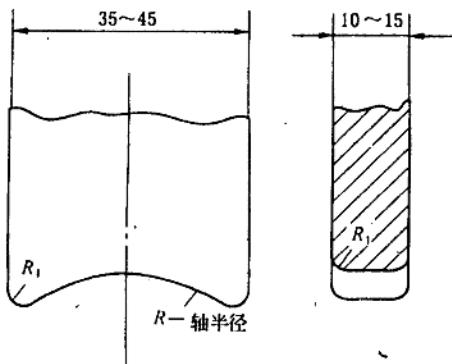

图 3-4-6 捻棒
①根据对轴弯曲的测量结果，确定直轴的位置，作好记号。
②制做捻打用的捻棒。为了使锤击捻棒所引起的振动有效地传到轴上，捻棒的材料采用硬钢为宜，一般是采用 45 号钢。黄铜等软材料做成的捻棒，不会达到直轴的目的。捻棒的几何尺寸，根据轴颈来选择，图 3-4-6 为捻棒的一种形状。对于光轴，捻棒宽度可采用 35 ~ 45mm，厚度 10 ~ 15mm。捻棒的顶部圆弧尺寸必须与轴颈弧面相符。边缘要倒圆无尖角 ( $R_1 = 2 \sim 3\text{mm}$ )，捻棒要多准备几个，因捻棒被打后，顶部容易卷起。为避免打坏泵轴，捻棒要及时修理更换。